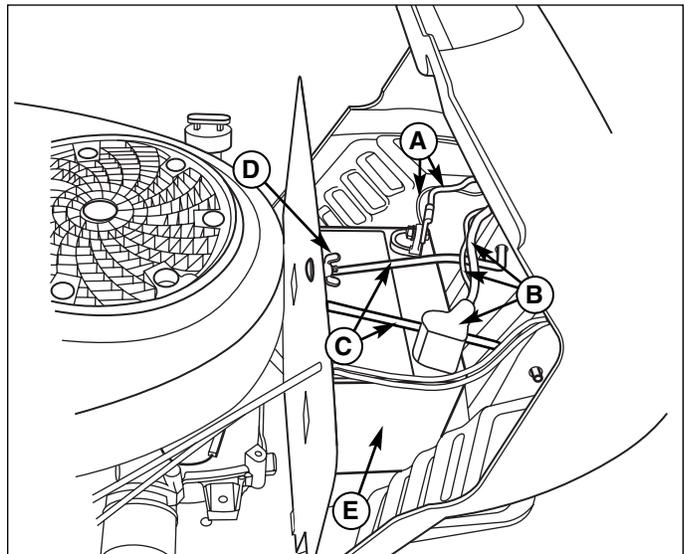

Figure 13. Entretien de la batterie
1. Débrancher les câbles de la batterie, le câbles négatifs en premier (A, Figure 13) puis le cache et les câbles positifs (B).
2. Desserrer l'écrou à ailettes et la rondelle (D).
3. Relever la tige de maintien (C) pour la dégager de la batterie. La bloquer sur la colonne de direction.
4. Déposer la batterie (E).
7. Remettre la batterie (E) en place dans son logement.
8. La fixer avec la tige de maintien (C) et l'écrou à ailettes et la rondelle (D).
9. Rebrancher les câbles de batterie, les câbles positifs et le cache (B) en premier, puis les câbles négatifs (A).